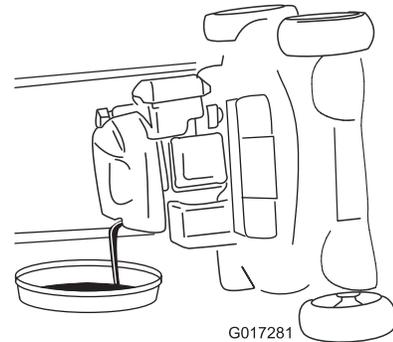

Figure 33
6. Retirez la jauge et laissez l'huile usagée s'écouler dans le bac de vidange (Figure 33).